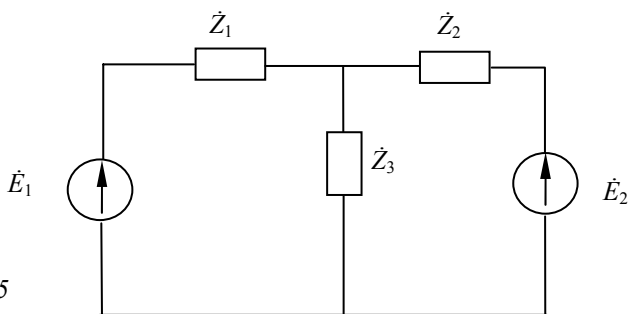

Рис. 3.15
3.2.3. Два самолетных генератора (рис. 3.15) с ЭДС  $\dot{E}_1 = 120 \text{ В}$  и  $\dot{E}_2 = 110 \text{ В}$  с внутренним сопротивлением  $\dot{Z}_1 = 0,4 + j0,6 \text{ Ом}$  и  $\dot{Z}_2 = 0,3 + j1,2 \text{ Ом}$  работают на нагрузку  $\dot{Z}_3 = 10 \text{ Ом}$ . Определить напряжение на нагрузке.